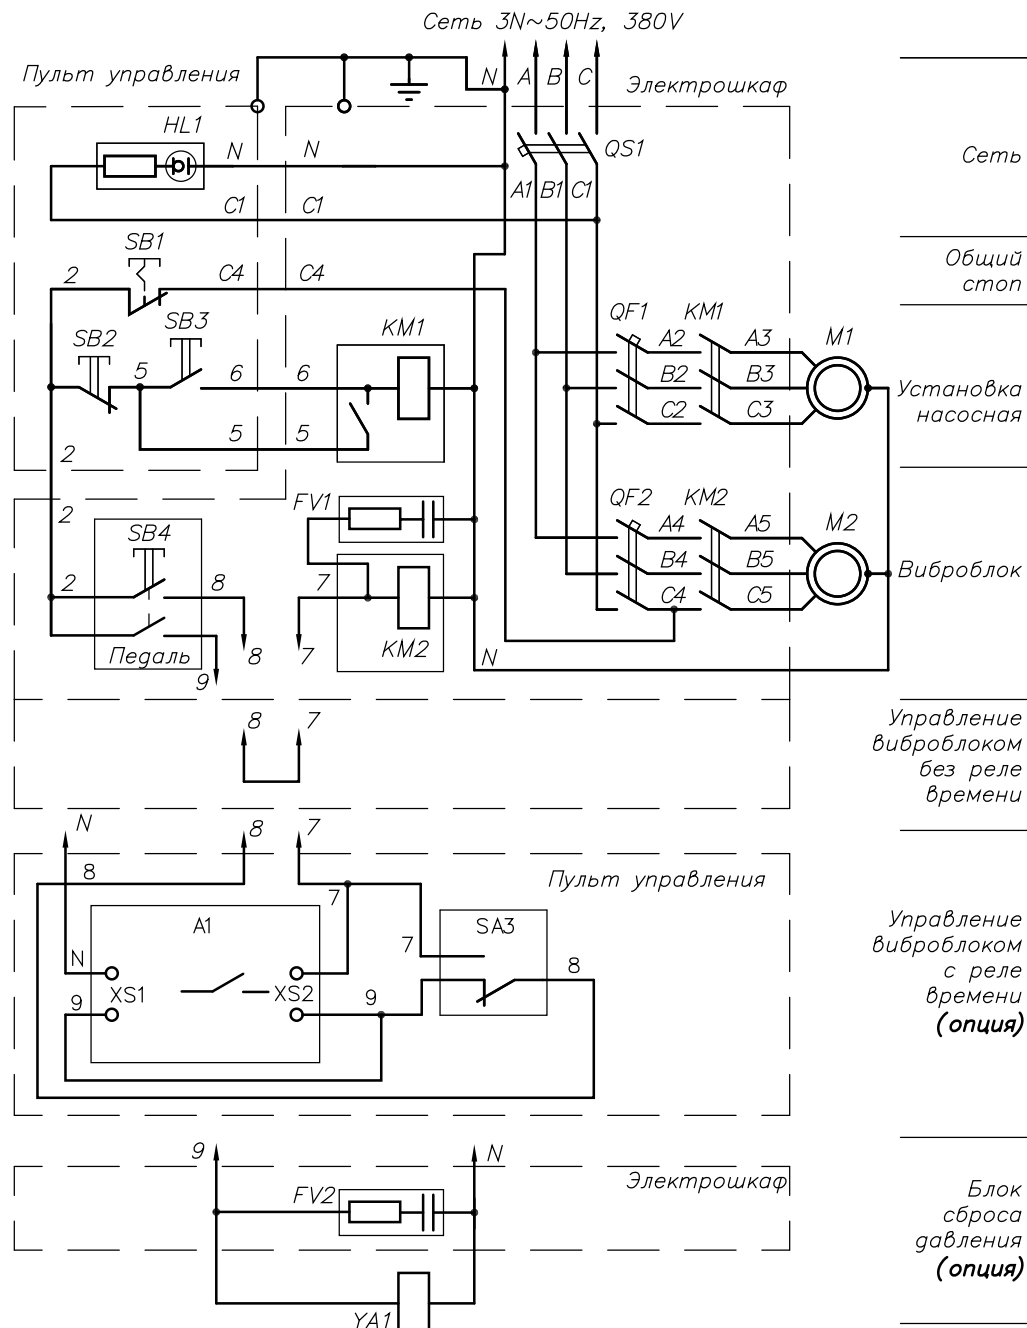
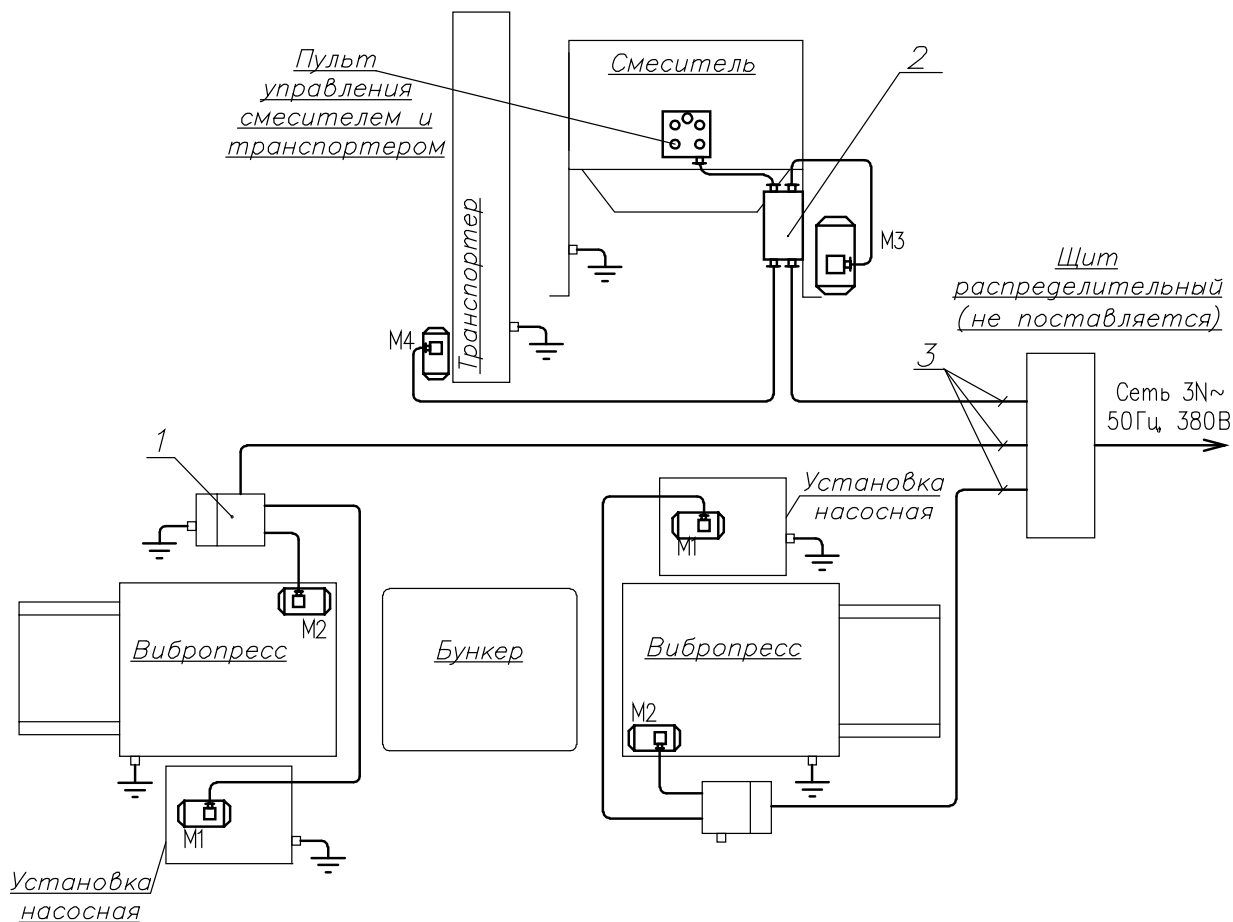

Рис. 13 .Схема электрическая принципиальная.
Рис. 15 Схема электрическая подключения.
Принципиальная электрическая схема вибропресса, смесителя и транспортера представлена на рис. 13, 14, перечень элементов в таблице 1, 2, схема подключений на рис. 15.
3.9. Выполнить электромонтажные работы в соответствии со схемой (рис. 13,14,15).